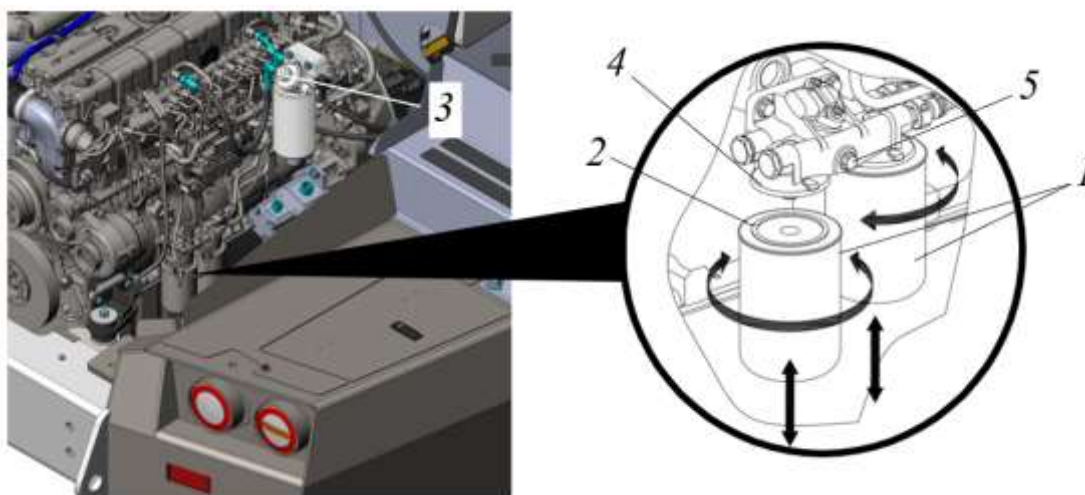

Рисунок 5.27. Процедура замены фильтров тонкой очистки топлива
- ▶ Последовательно отвернуть сменные фильтры для топлива поз 1 рис. 5.27. В случае затруднённого отворачивания использовать съёмник.